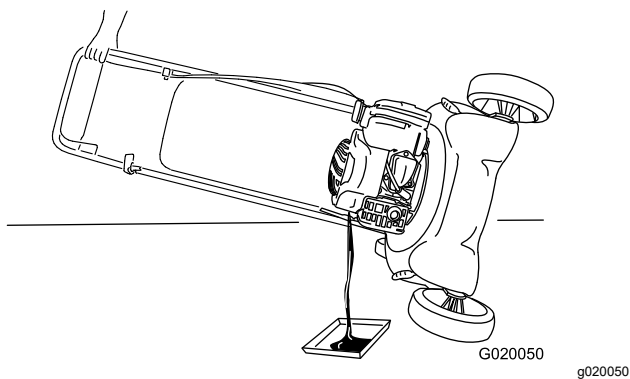

Bild 21
4. Kippen Sie die Maschine seitlich (Luftfilter nach oben), um das Altöl aus dem Öleinfüllstutzen abzulassen (Bild 21).